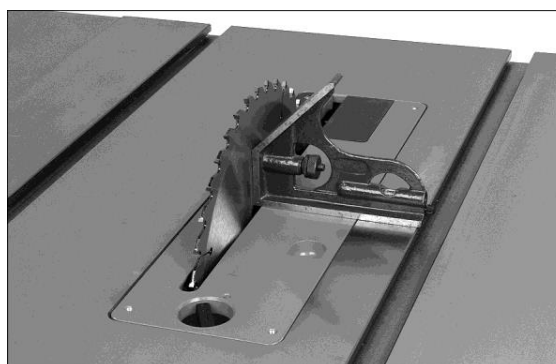

Рис. 7-2
4. Положите на стол угольник и проверьте, чтобы угол между столом и диском составлял 90°. См. Рис. 7-2. Убедитесь, что угольник полностью прилегает к поверхности диска и не касается его зубьев.